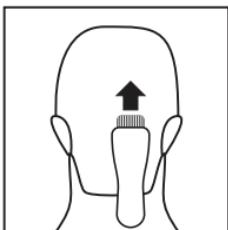

Figura 4
- Mudar para o pente que produz cortes mais longos e cortar os cabelos da parte de trás da cabeça (Figura 4).